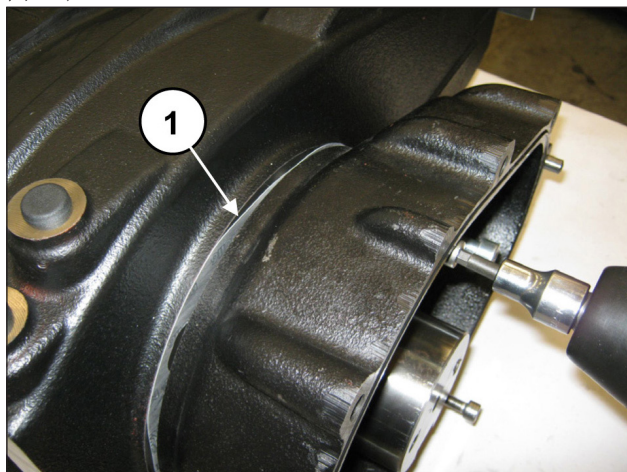
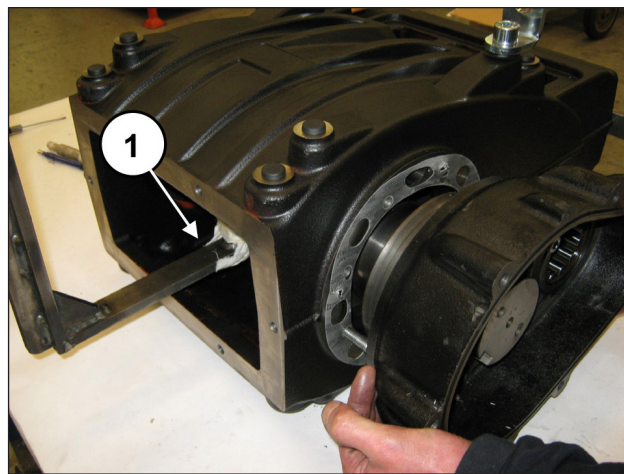

图 24
图 25
逐渐拧紧3个M8螺栓(位置①, 图 24), 以防止减速齿轮箱倾斜过多并在底座上卡住。一边支撑着轴, 一边拆除齿轮箱, 以免损坏(位置①, 图 25)。